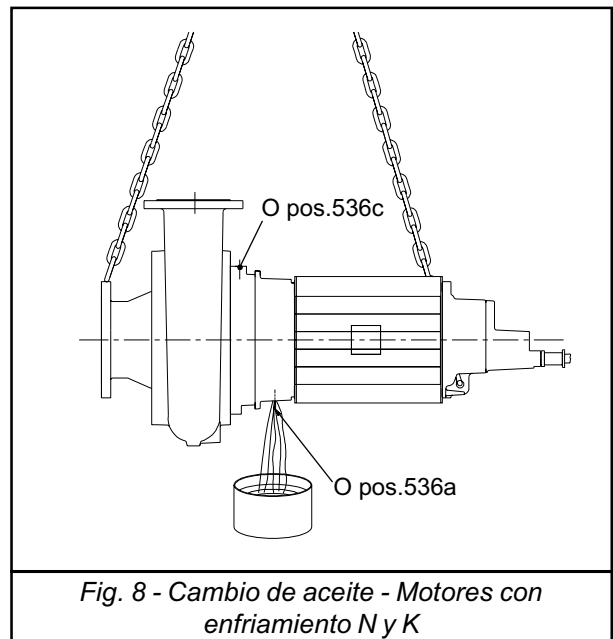

Fig. 8 - Cambio de aceite - Motores con enfriamiento N y K
Para hacer el cambio de aceite desmonte la bomba de su base, colóquela en posición horizontal con la descarga hacia arriba y retire el tapón inferior marcado con "OIL"(pos. 536a) y el tapón marcado con "O"(pos. 536c) de la pieza intermedia, ver fig. 8, cuando ambas cámaras estén completamente vacías coloque el tapón inferior "OIL" de la cámara de aceite y proceda al llenado de la cámara de aceite por "O" con un embudo cuya boquilla debe ser de menor diámetro que el agujero, para que permita la salida del aire al momento del llenado, el nivel de aceite debe llegar a una altura ligeramente por debajo de este tapón, terminado el llenado de